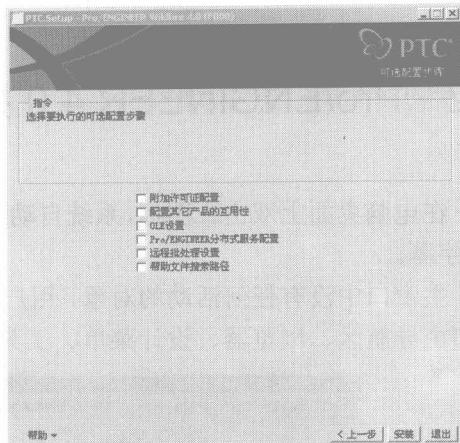

图 1-12 “可选配置步骤”界面
- 步骤10** 单击 **下一步 >** 按钮，显示“可选配置步骤”界面，如图 1-12 所示，单击 **安装 (Install)** 按钮，程序正式进行安装。